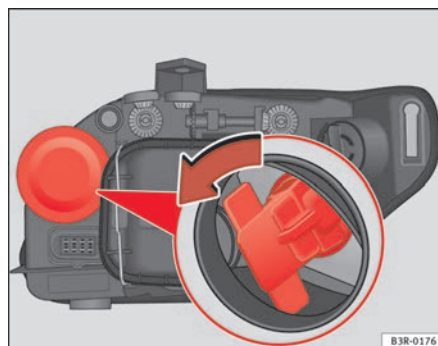

Fig. 204 Lámpara luz intermitente
- Extraiga el portalámparas asiéndolo por la empuñadura y girando en el sentido contrario de las agujas del reloj ⇒ **fig. 204**.